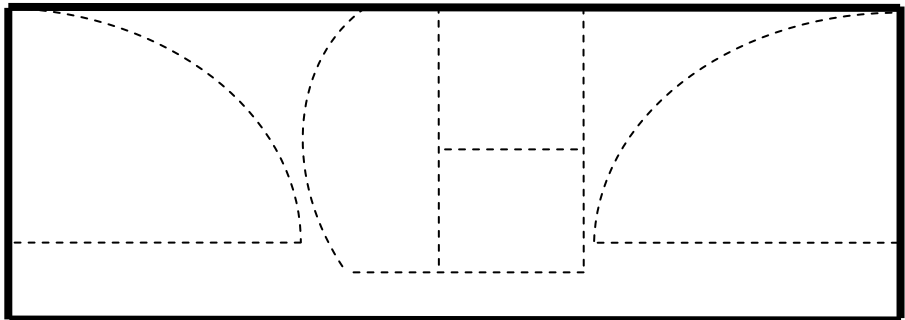

Abb.3 Schnittmuster vom einer Hohlkammer-Polycarbonatplatte 9,0 x 2,1 m für die Frontseiten
4.3.1 Schneiden Sie eine Hohlkammer-Polycarbonatplatte ($9,0 \times 2,1$ m) in 3 Teile je 3 m, wie in Abb. 3 gezeigt. Befestigen Sie ein Teil Polycarbonat an der Frontseite des Rahmens und richten Sie es genau an dem vertikalen Pfosten aus, an dem die Tür befestigt wird (Abb. 4).